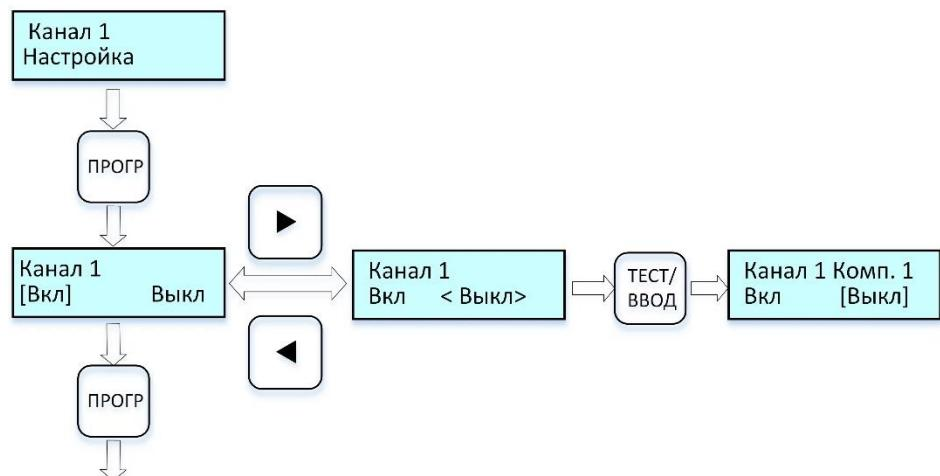

Рисунок 8 – Циклограмма выводимых сообщений на дисплей при включении/выключении выбранного канала
2.6.5.1 (при необходимости), далее по циклограмме рис. 8.